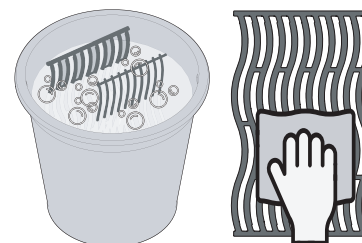

Fig. 3
- Was de roosters met de hand met water en milde afwaszeep om eventuele resten van het productieproces te verwijderen. NIET wassen in een vaatwasser (Fig. 3)